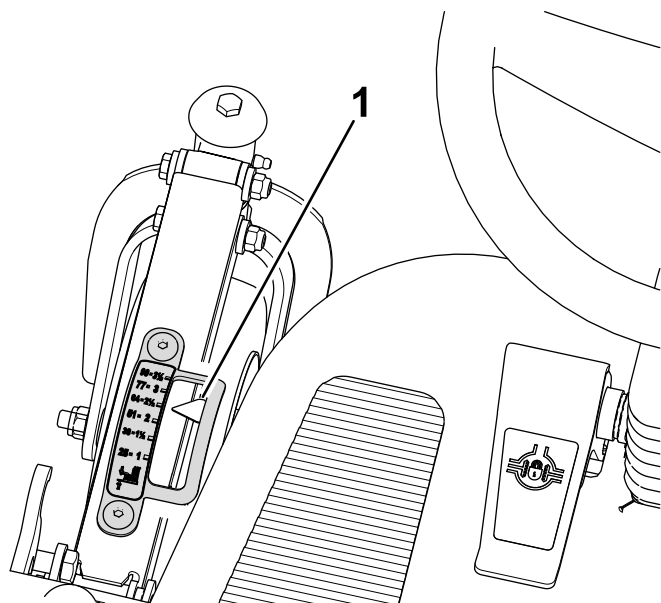

Figura 98
1. Ajuste la altura de corte a la posición de 64 mm (Figura 98).